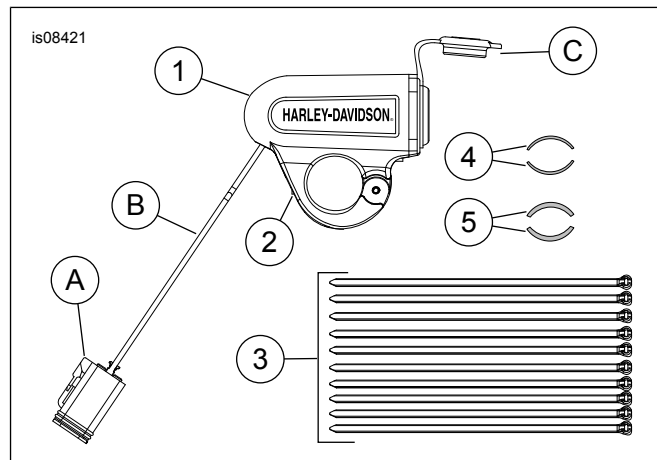

Figure 3. Pièces de rechange : Alimentation 12 V sur le guidon
Voir Figure 3 et Tableau 2.
5. Voir Figure 3 et Tableau 2.
- a. Pour un guidon de 7/8 po, installer les joints épais (5) du kit.
- b. Pour un guidon de 1 po, installer les joints fins (4) du kit.
7. Voir la figure 3. Positionner le port d'alimentation à l'endroit désiré. Mettre la vis (2) en position. À présent, ne pas serrer complètement.
- a. Voir la figure 3. Couper le connecteur à 6 broches (A).
- b. Dénuder 9,5 mm d'isolant sur chaque fil du faisceau (B).
- b. Voir la figure 3. Retirer le couvercle de la prise (C).
- c. Voir la figure 3. Dénuder les fils arrière et installer les bornes du kit (69201750) sur le faisceau (B). Consulter le manuel d'entretien.
14. **Tous les autres modèles** : Voir la figure 3. Retirer le cache anti-poussière du connecteur des accessoires. Brancher le connecteur de 12 V dans un connecteur à six broches (A).
15. Fixer le faisceau (B) avec des serre-câbles (3). Si le faisceau (B) est trop long, enrouler la partie excédentaire avec les serre-câbles